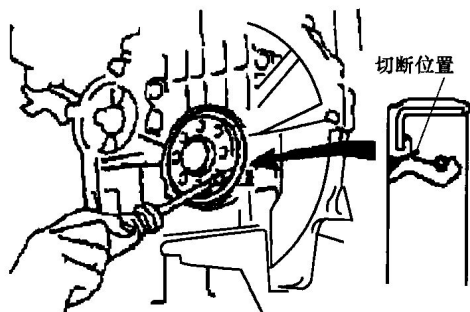

图 1-15 取出后油封总成
① 使用刀片将油封唇部切断。
② 使用尖端缠绕胶带的一字旋具, 将油封撬出, 如图 1-15 所示。